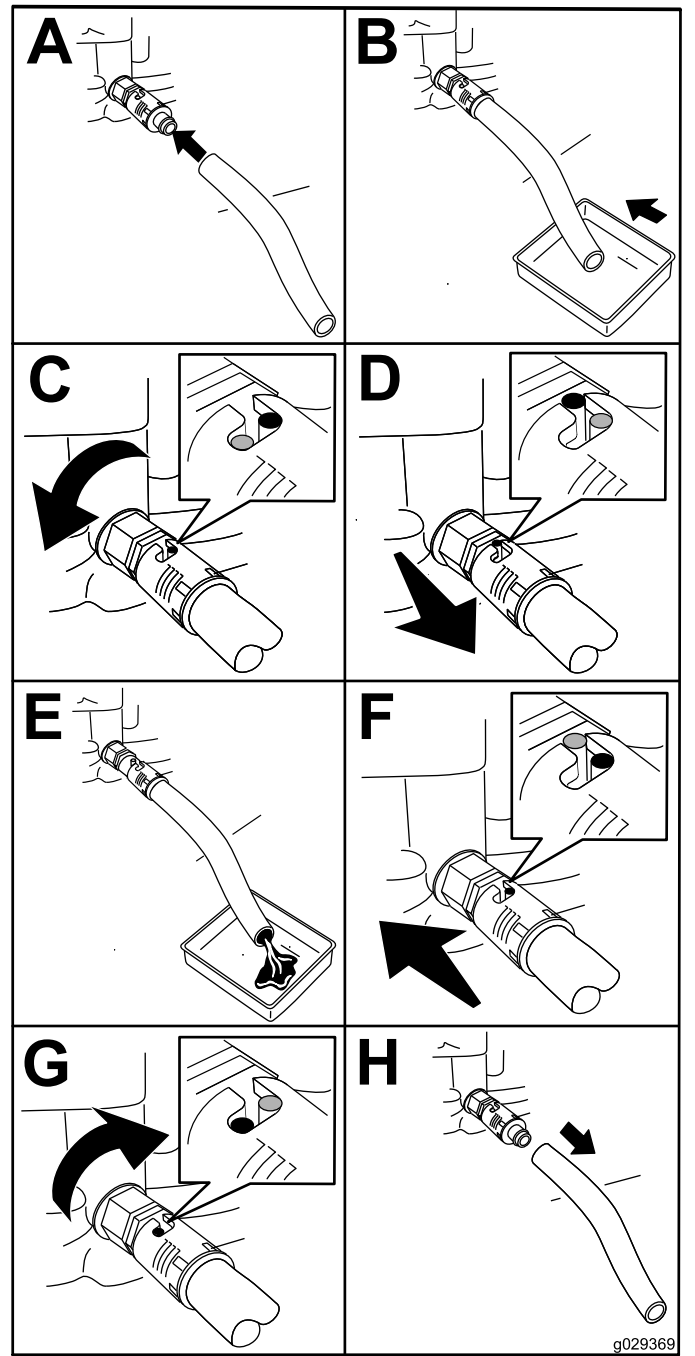

Bild 31
4. Schieben Sie den Ablassschlauch auf das Ablassventil (Bild 31).
5. Stecken Sie das andere Ende des Schlauchs in einen geeigneten Ölbehälter (Bild 31).
6. Drehen Sie das Ölablassventil eine Viertelumdrehung nach links, um das Öl abzulassen (Bild 31).
7. Drehen Sie das Ölablassventil eine Viertelumdrehung nach rechts, wenn das Öl abgelaufen ist, um das Ventil zu schließen (Bild 31).